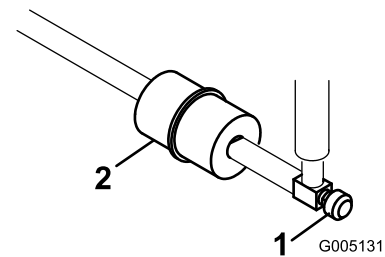

Figura 44
El tubo de combustible lleva incorporado un filtro en línea entre el depósito de combustible y el carburador (Figura 44).
- Cierre la válvula de cierre de combustible, afloje la abrazadera en el lado del carburador del filtro y retire el tubo de combustible del filtro (Figura 44).
- Coloque un recipiente debajo del filtro, afloje la otra abrazadera y retire el filtro (Figura 44).